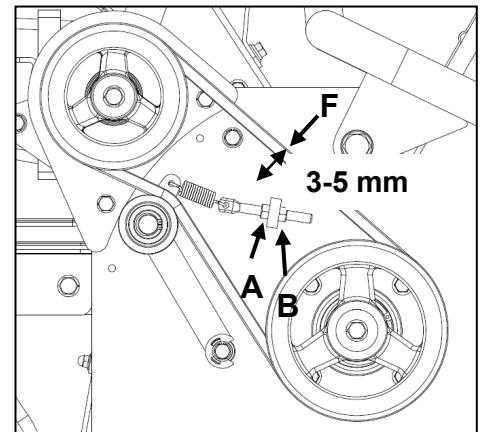

Figura 23
- Empuje la correa con un dedo (F, Figura 23); la correa debe moverse de 3 a 5 mm. Si la correa no se mueve en consecuencia, ajústela con los tornillos (A, Figura 23) y (B, Figura 23)